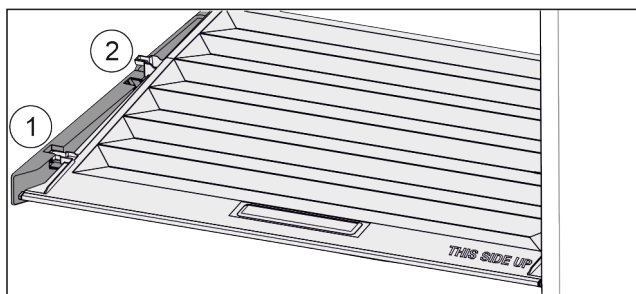

Fig. 113
- ▶ Tirer le couvercle vers l'avant jusque dans l'orifice des pièces de retenue Fig. 113 (1).
- ▶ Le soulever par le bas à l'arrière et le sortir par le haut Fig. 113 (2).